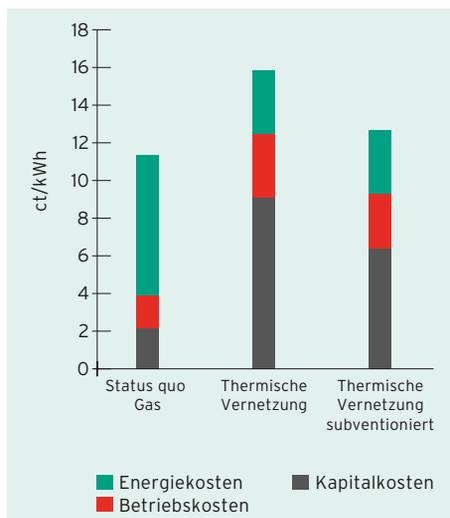

Abb. 1: Heizkosten im Vergleich: Gasheizung bzw. subventionierte Arealvernetzung.
4. Heizkosten etwa gleich hoch wie Gasheizung (Abb. 1)